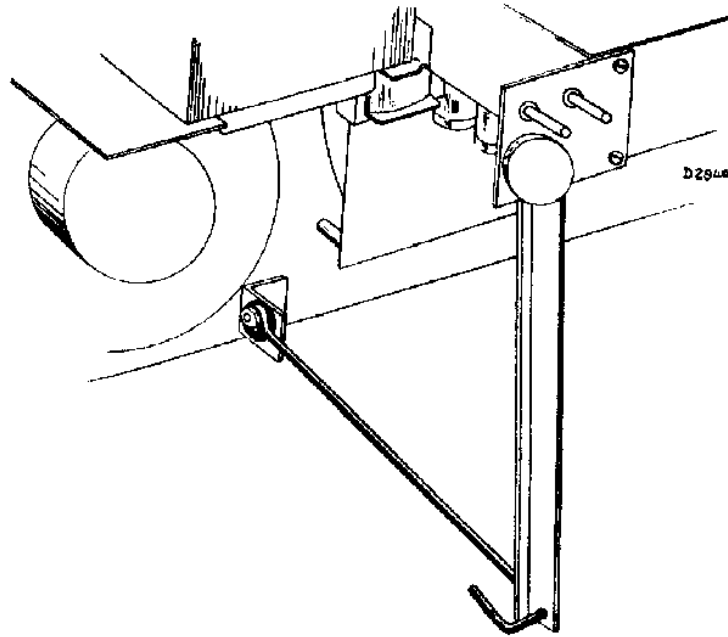

Fig. 8
5. Het geheele complex luidsprekerplank met luidspreker en chassis uit de kast nemen. Door de ophangbeugel los te nemen en een stuk ijzerdraad, gebogen als in fig. 8, tusschen de beugel en de bevestigingsbout te monteren, kan het geheel ondersteboven op de werkbank geplaatst worden en is ook de bedrading in het chassis goed te bereiken.